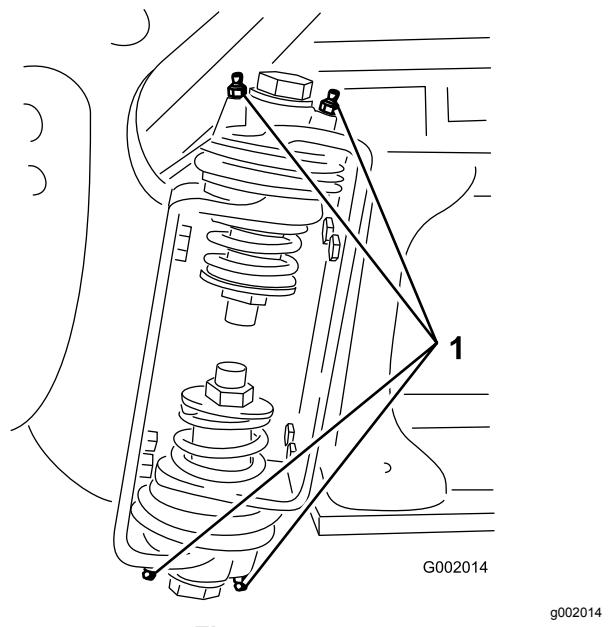

Figura 45
2. Bombee grasa en el cojinete o casquillo de cada punto de engrase Figura 45.